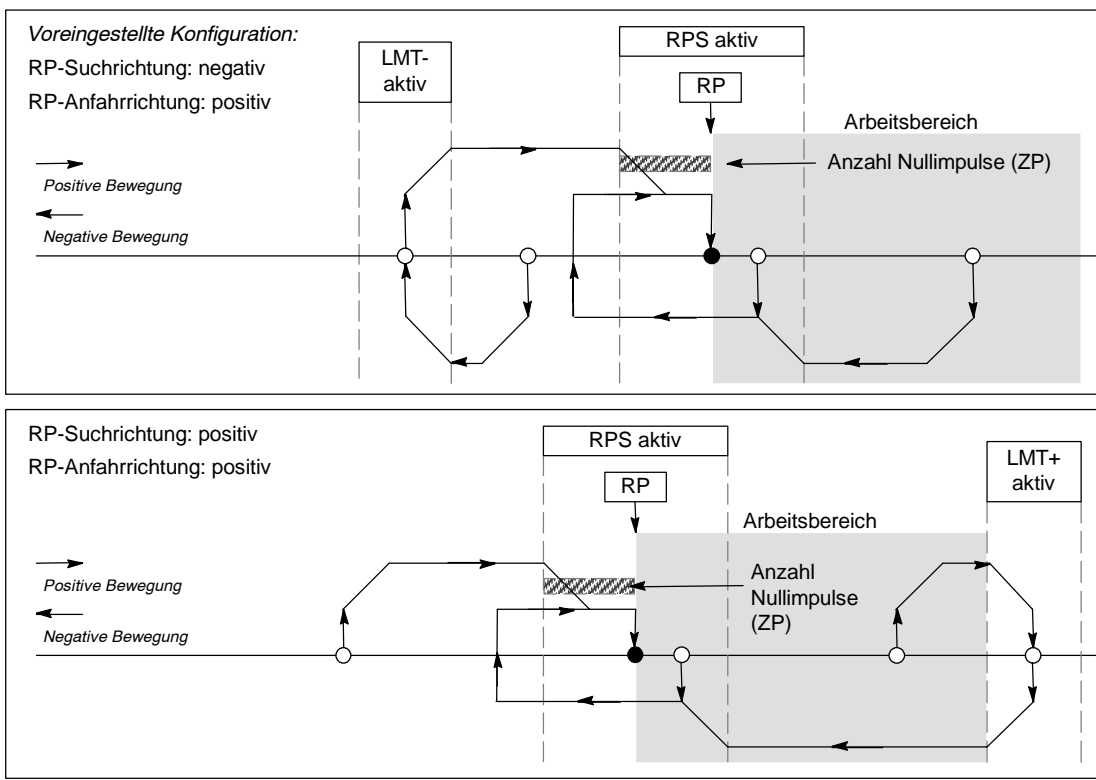

Bild 9-24 RP-Suche: Modus 4
- ❑ Bild 9-24 zeigt zwei der Optionen für den RP-Suchmodus 4. In diesem Modus wird die Lage des RP als angegebene Anzahl Nullimpulse (ZP) innerhalb des aktiven Bereichs des Eingangs RPS ermittelt.